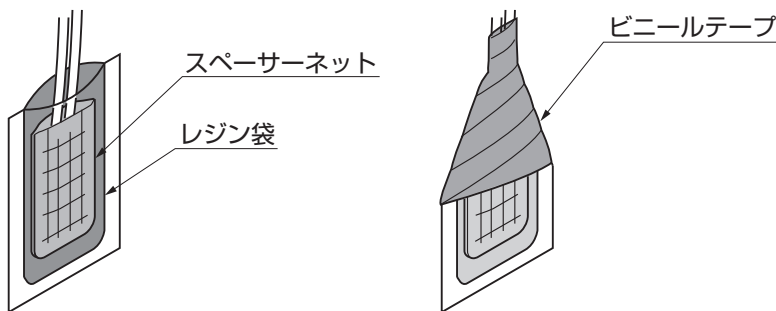

図4-5
- ⑤混合したレジン袋の封を切り、スペーサーネットが見えなくなるまで入れてください。(図4-5参照)